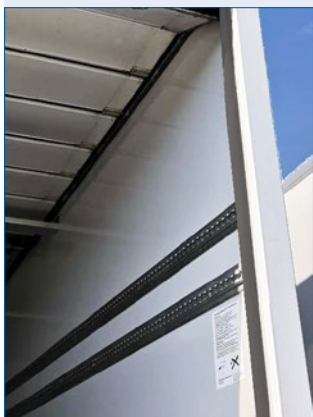

Abb. 4.1
- Öffnen Sie das Tor und schieben die Dichtung (Abb. 4.1) unten direkt auf dem Schweller beginnend in den Spalt zwischen vertikaler Führungsschiene und Schienenwinkel.
- Prüfen Sie, ob alle vier Dichtungen korrekt anliegen (Abb. 4.1). Prüfen Sie besonders die Dichtigkeit am Dichtungsstoß links und rechts. Verkleben Sie die vertikale Dichtung mit dem Schweller.